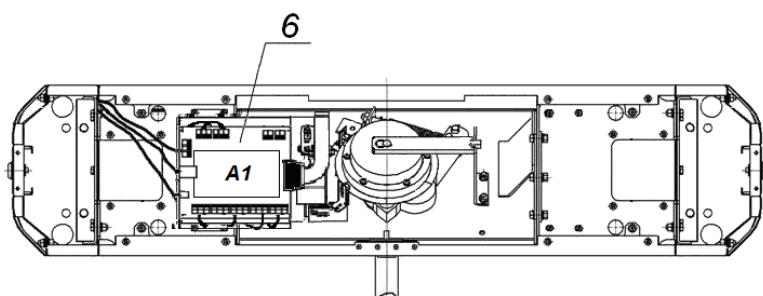

Рисунок 11. Схема прокладки кабелей в стойке ЭП
6. Подготовьте в полу отверстия под гильзы анкеров для крепления стойки ЭП. Установку и крепление стойки производите после прокладки всех кабелей в кабельном канале и внутри стойки. Схема прокладки кабелей в стойке показана на рис. 11.
7. Демонтируйте боковые заглушки (10), открыв ключом замки (11).
9. Снимите крышку стойки ЭП (3), открыв ключом замок (4) (см. разд. 6).
10. Протяните кабели внутри стойки. Рекомендуемое расположение кабелей при прокладке внутри стойки показано на рис. 11.
14. Выполните заземление стойки ЭП в соответствии с требованиями ПУЭ («Правила устройства электроустановок»). Контакт заземления **Z1** (8, рис. 11) находится за боковой заглушкой стойки (10). Для крепления кабеля заземления на контакте используйте гайку M4.